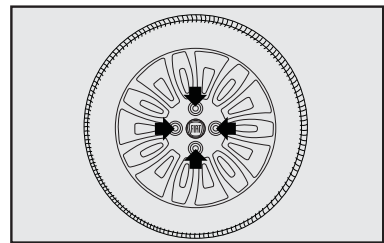

fig. 12
- Desapertar cerca de uma volta os parafusos de fixação da roda a ser substituída **setas-fig. 12**.